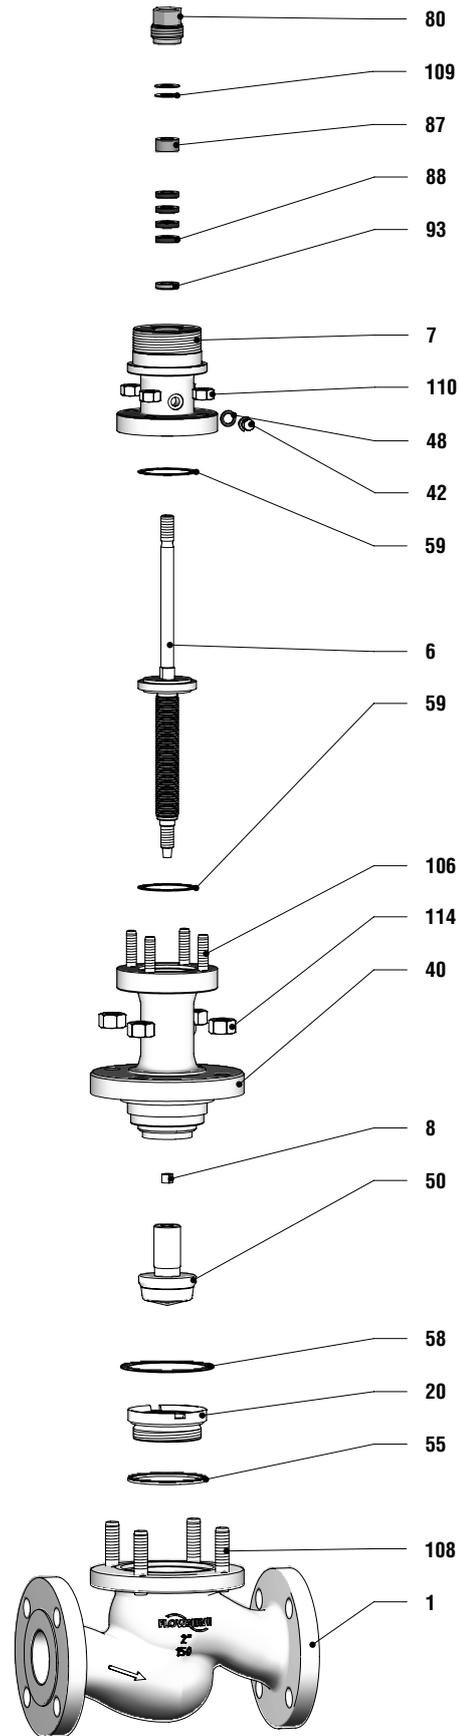

Abbildung 10: Zerlegen / Zusammenbau des Stellventils mit Balgeinheit Typ A (Ventilteile siehe Tabelle 13, Seite 17)
- 1. Sechskantmuttern (114) gegen Uhrzeigersinn lösen (siehe Abbildung 10: Zerlegen / Zusammenbau des Stellventils mit Faltenbalg-Ausatz Type A)
- 2. Gewindestopfbuchse (80) gegen Uhrzeigersinn lösen.
- 3. Tellerfedern (109) entnehmen.
- 4. Obere Spindelführung (87) entnehmen.
- 5. Ringmutter (siehe Abschnitt 16: Sonderwerkzeuge) auf die Spindel (50) aufschrauben und Aufsatz / Spindel vorsichtig aus dem Gehäuse heben.